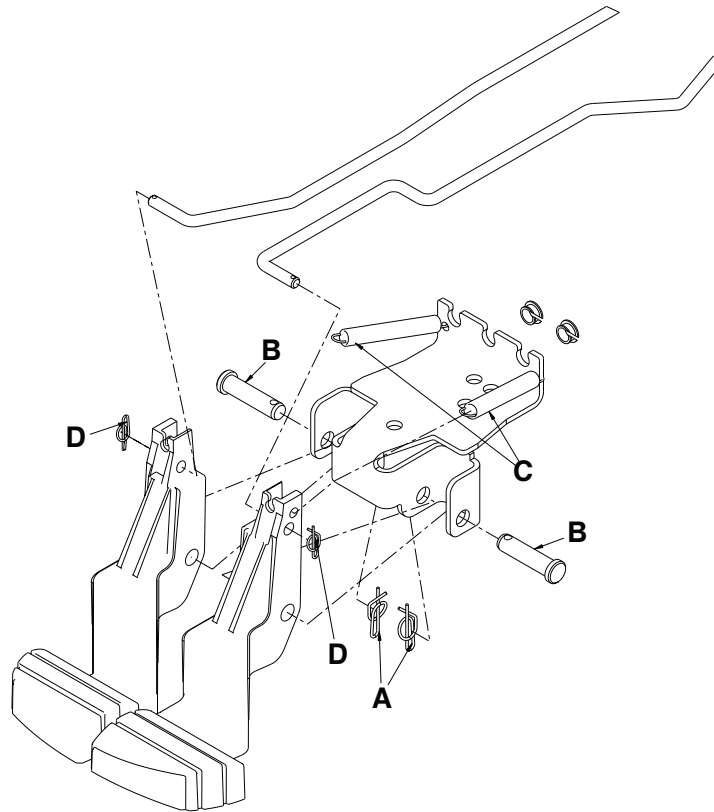

Figure 11 – Remplacer la pédale de déblocage
3. Déconnecter les ressorts de retour de la pédale de déblocage (C) des pédales de déblocage du côté pieds (Figure 11).